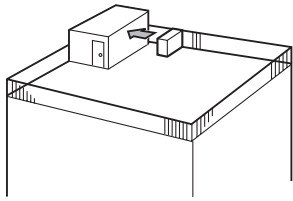

Fig. 2-4
- ① Suuntaa ilman ulostulo lähintä seinää kohti noin 50 cm:n etäisyydelle seinästä. (Fig. 2-4)